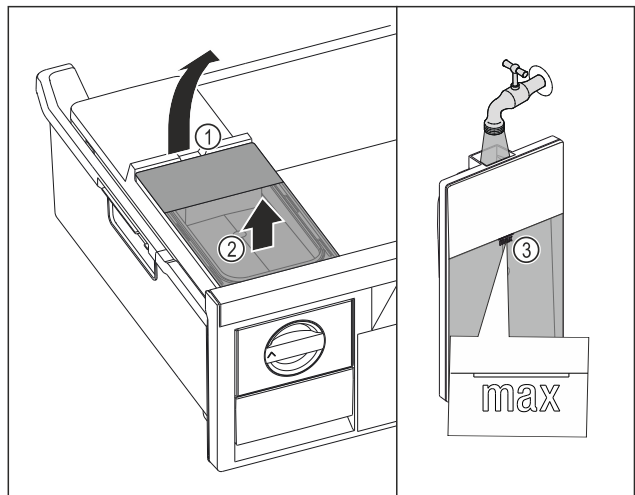

Fig. 125
- ▶ Wassertank an der Aussparung Fig. 125 (1) anheben.
- ▶ Wassertank nach oben entnehmen. Fig. 125 (2)
- ▶ Wassertank bis zur Markierung Fig. 125 (3) mit Trinkwasser befüllen.